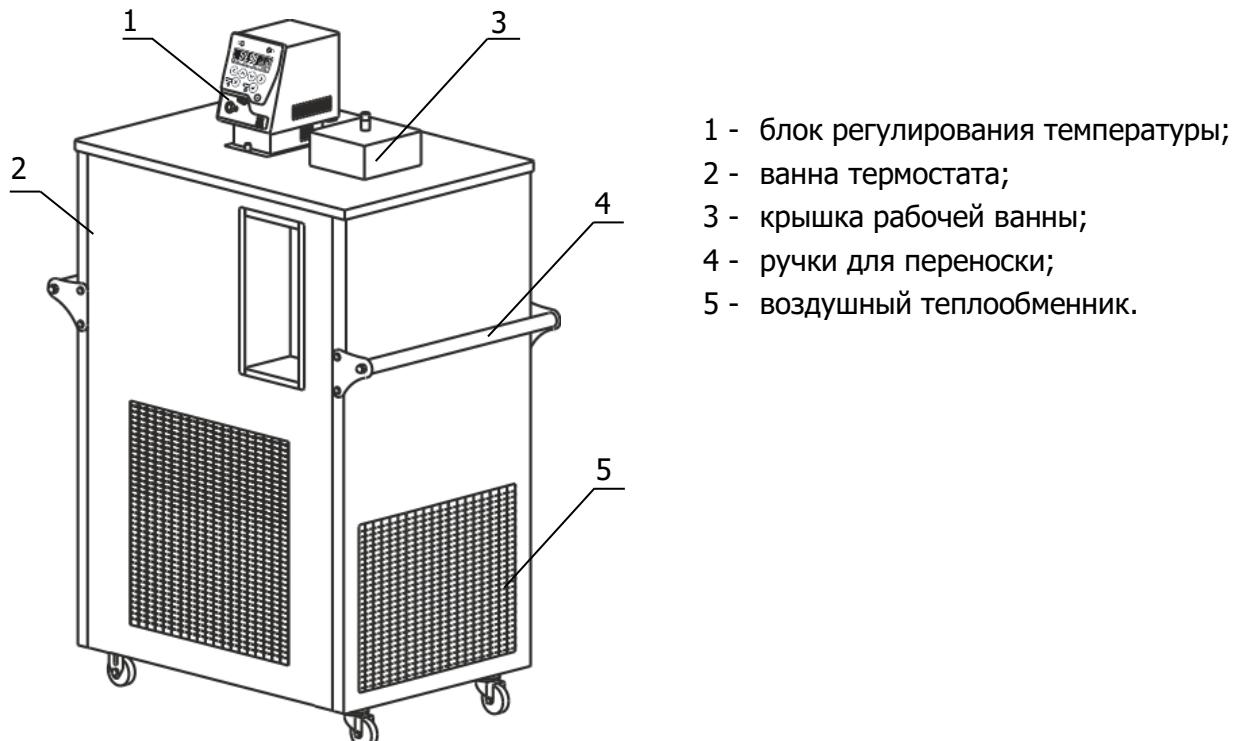

Рисунок 1 — Внешний вид термостатов
- использовать крышку рабочей ванны 3 (рисунок 1), ограничивающую доступ воздуха к поверхности теплоносителя при выходе термостата на установленную температуру и в промежутках между испытаниями;